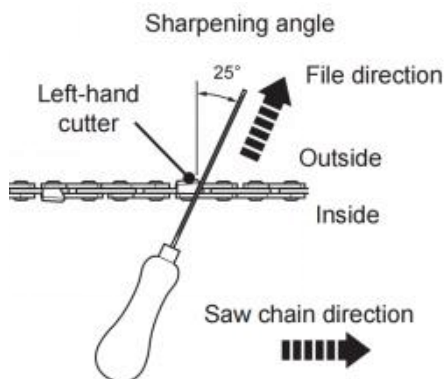

Fig. 74
5. Limar en un ángulo perpendicular a la barra y en un ángulo de 25° con respecto a la dirección de desplazamiento (Fig. 74).